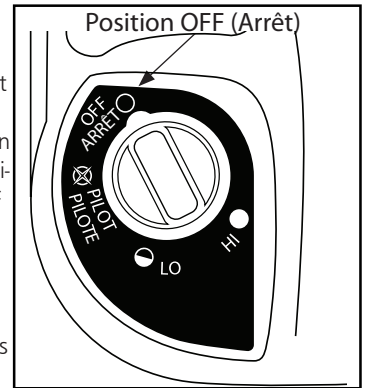

Figure 1 : de la position.
1. Assurez-vous que le bouton de commande quatre positions est la position « OFF » (voir figure 1).
- Assurez-vous que le bouton de commande à quatre positions est à la position "OFF (Arrêt)" (voir figure 1, à gauche).